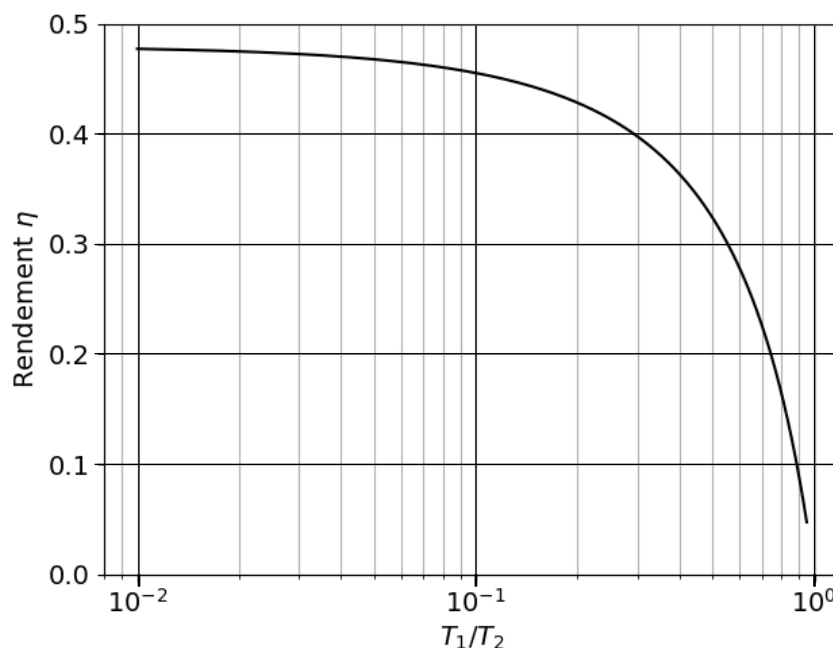

FIGURE 3 – Rendement du moteur Stirling en fonction du rapport des températures des sources (calculé pour $a = 10$ et $\gamma = 1,4$)
- Q17. Le graphique de la figure 3 représente le rendement théorique η , en fonction du rapport des températures des sources T_1/T_2 pour un moteur de rapport de compression $a = 10$, contenant un gaz de coefficient thermodynamique $\gamma = 1,4$.
- Q18. Déterminer le rendement du moteur étudié dans ce problème, par lecture graphique sur la figure 3.